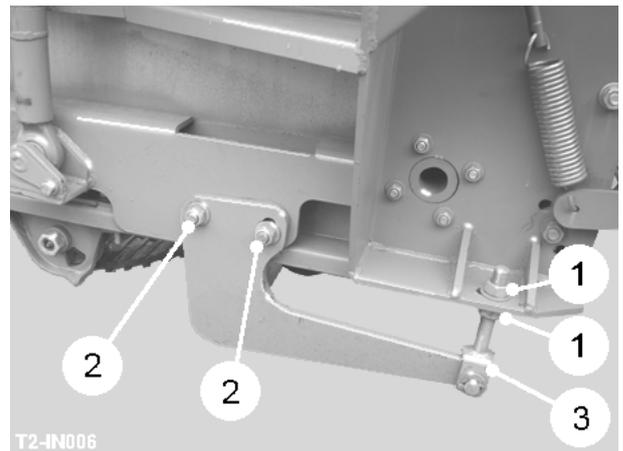

Fig 6
Ajustar el ángulo de las acciones afloje los locknuts (item 1, fig 6) sobre ambos lados de la máquina, afloje pernos en aumento (item 2, fig 6) y vuelva a colocar a tasador (item 3, fig 6). Asegure que ambos lados son ajustados uniformemente midiendo de la propina de las acciones exteriores hasta el puente de soporte de disco más arriba. Los puntos de la acción deben ser guardados tan a gran altura como practicable mientras mantienen la profundidad cavando suficiente todavía. Bajar los puntos ayudará la penetración pero podrá incrementar el riesgo de daño de cosecha. Si la tierra ha estado suficientemente cultivada esto no debe ser necesario. Si el pitch es demasiado empinado (puntos bajados) puede incrementar el embarco o "Derribar con bulldozer" el efecto sobre el cuadro de la acción, especialmente cuándo en las condiciones difíciles o duras enormemente. Busque concentración de efectivos y equipo de tierra sobre el cuadro de la acción (especialmente en condiciones mojado) con regularidad cuando un bloque de tierra en este momento creará un efecto de frenado considerable sobre la cavador Web. Asegure que el cuadro de la acción no es in contact with las barras de Web en este momento.